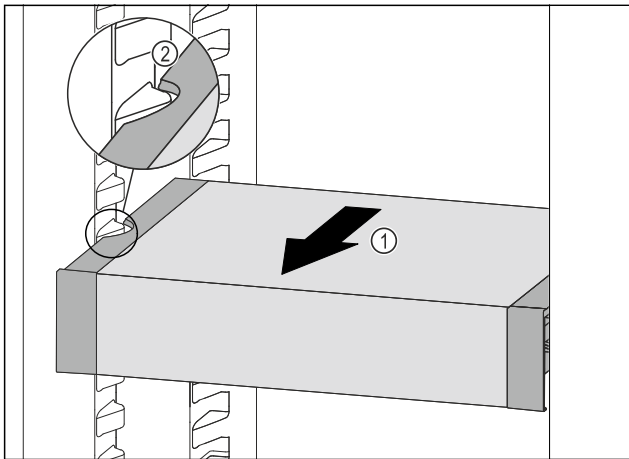

Fig. 72
- VarioSafe nach vorne ziehen Fig. 72 (1), bis sich die seitlichen Aussparungen des VarioSafes auf Höhe der Behälterrippe im Kühlteil befinden. Fig. 72 (2)